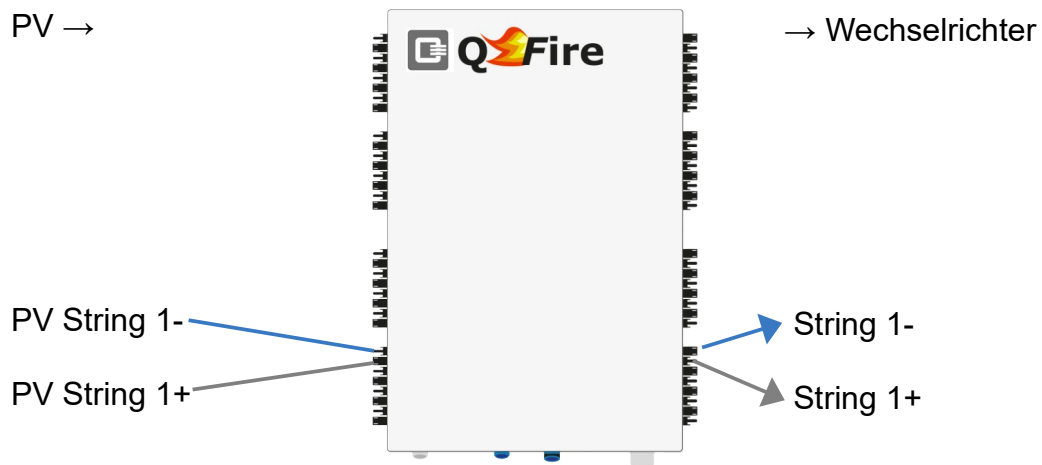

Abbildung 16: Anschlüsse Schaltbox
2. Strings mit MC4 Steckern an der Schaltbox anschließen, siehe Abbildung 16:
→ Es müssen alle Strings ab der Schaltbox (rechte Schaltbox-Seite siehe Abbildung 16, Seite 6) spannungsfrei sein.